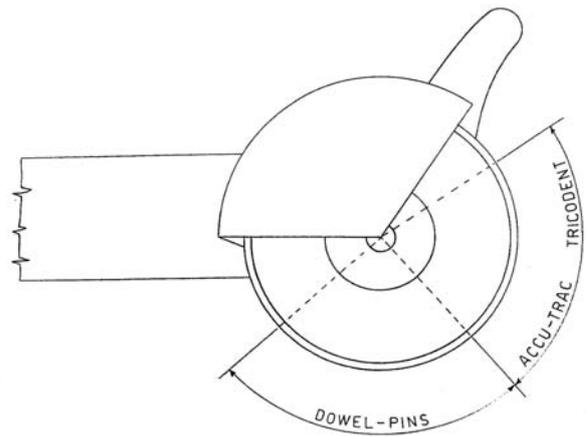
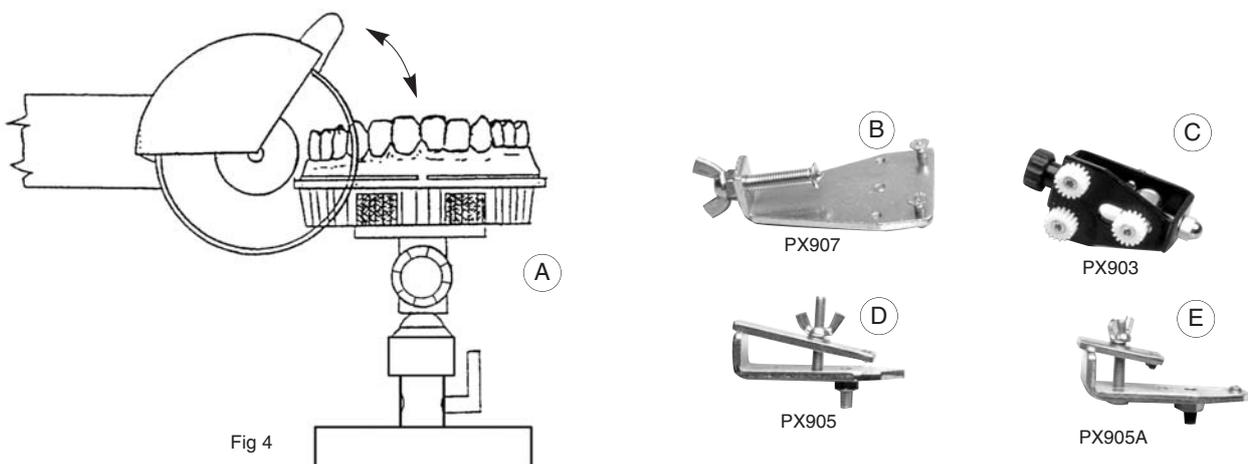
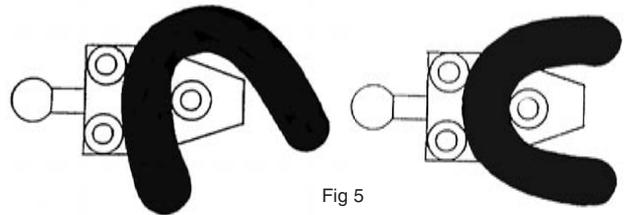

Fig 3
Fig 4
Fig 5
Con i seghetti PX901 e PX901B è possibile la lavorazione del modello in gesso sviluppato con tre sistemi differenti, precisamente Dowel-Pins (doppia colata con perni), Accu-trac, Tricodent (o Model Tray) adottando ogni volta il portamodello appositamente realizzato (Foto B-C-D Fig.4).
- La corretta posizione del modello è quella sottostante all'albero portafresa. (Fig. 3 e FOTO B Fig.4).
Il portamodelli ACCU-TRAC è un accessorio a richiesta. Questo tipo di modello deve essere posizionato sul suo portamodelli in modo che i denti degli ingranaggi, che assicurano la presa, si inseriscano perfettamente nella zigrinatura presente nella parte bassa del modello (FOTO C Fig.4.). In questo modo esso potrà essere bloccato, stringendo il pomello (Foto A di Fig. 4) in qualunque posizione purchè i tre ingranaggi siano sempre in presa. (Fig.5). Con questo sistema la zona del disco interessata dalla lavorazione è quella antistante l'albero portafresa (FOTO C - Fig. 4), questo ci permette di usufruire di una profondità di taglio molto superiore (Fig. 3).
- Posizionare quindi il complesso basetta-modello spostato in avanti rispetto al disco (Foto A Fig. 4).
Per effettuare un taglio su di un modello colato col sistema Dowel-Pins (FOTO B Fig.4) a seconda dell'altezza del modello e della sezione i tempi di lavorazione possono variare da un minimo di circa 4 secondi fino ad oltre 10 secondi. Sui modelli invece ACCU-TRAC (FOTO C Fig.4) e TRICODENT (FOTO D Fig.4) i tempi di lavorazione si allungano in quanto la sezione del modello comprende anche lo zoccolo, i tempi di taglio perciò aumentano partendo da un minimo di circa 10 secondi fino ad un massimo di 18-20 secondi. E' importante quindi adottare un avanzamento piuttosto lento che permette di scaricare bene il gesso asportato, ottenendo così un taglio più preciso e dritto.